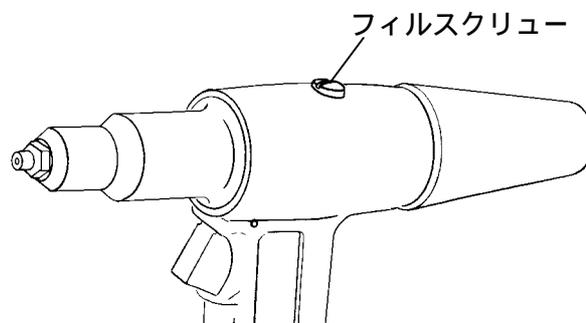

図7-8
- (7) 油圧オイルの注入が完了した後、取り外した部品を組み付けてください。組み付けは分解と逆の手順で行ってください。
- (8) 余分な油圧オイルと空気(気泡)を除去してください。マイナスドライバでフィルスクリューを緩め、油圧オイルが出なくなるまで放置した後、フィルスクリューを締め付けてください。(図7-8)